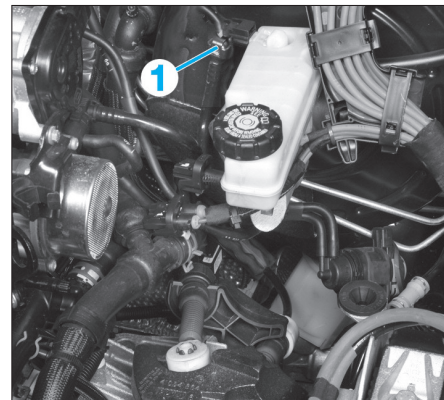

FIG. 14
- Débrancher la durit de dépression sur le servofrein (1) (Fig.14).